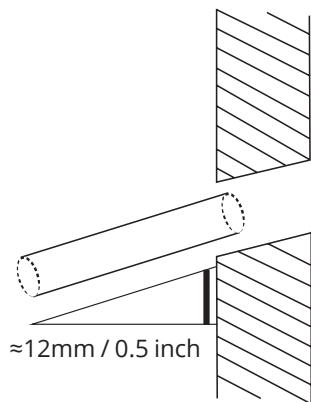

Fig. 6.5
3. Strapungeti peretele folosind un burghiu de 65mm. Asigurati-vă ca strapungerea este facuta cu inclinare inferioara, pentru ca punctul de iesire sa fie mai jos decat punctul de intrare cu 12mm. Aceasta inclinare v-a asigura o scurgere mai eficienta a apei (vezi fig. 6.5). Introduceti tubul de protectie in interiorul strapungerii. Acesta va proteja marginile si va ajuta la sigilarea strapungerii atunci cand finalizati instalarea.